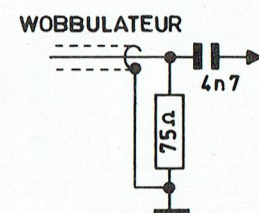

Fig. 2
- Injecter, à travers une sonde (fig. 2), le signal du wobbulateur sur l'entrée 8 du tuner VHF.